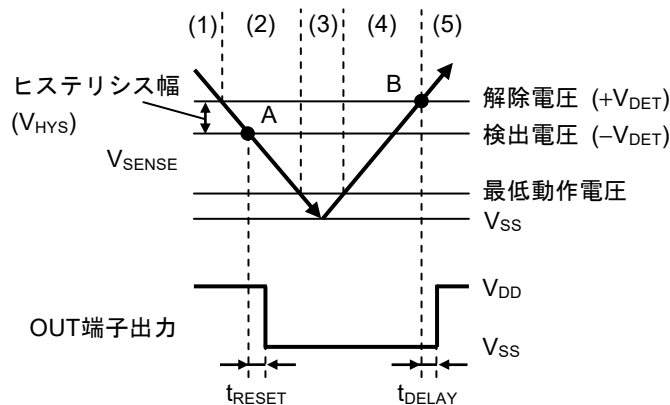

図34 S-19110シリーズEタイプのタイミングチャート
ヒステリシス幅とは、検出電圧と解除電圧との電圧差 (図26、図28、図34、図36におけるB点の電圧 - A点の電圧 = V_{HYS}) を表しています。検出電圧と解除電圧との間にヒステリシス幅をもたせることにより、入力電圧にノイズ等が乗るときに生じる誤動作を防止できます。
V_{SENSE} が $-V_{DET}$ (図34のA点) 以下になると出力段のNchトランジスタはオンになり、検出遅延時間 (t_{RESET}) が経過した後、OUT端子から V_{SS} が出力 ("L" が出力) されます。
- (3) V_{SENSE} がさらに低下し、ICの最低動作電圧以下になっても、 V_{DD} が最低動作電圧以上であれば、OUT端子出力は不定になりません。
- (4) V_{SENSE} が $-V_{DET}$ を越えても $+V_{DET}$ 未満の場合、 V_{SS} が出力されます。
- (5) さらに V_{SENSE} を上昇させ $+V_{DET}$ (図34のB点) 以上になるとNchトランジスタはオフになり、出力がプルアップされている場合、解除遅延時間 (t_{DELAY}) が経過した後、OUT端子から V_{DD} が出力されます。